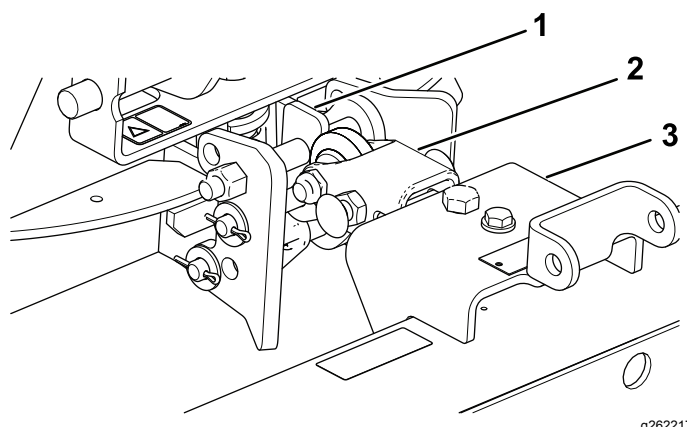

图10
1. 安装挂钩组件使平面侧处于顶部图10。
2. 将牵引杆安装到吊架组件下方图10。